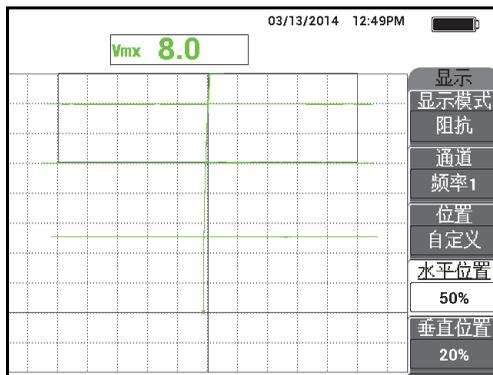

图 5-89 创建更多的水平标记
10. 再使用两张名片，重复步骤 9，然后再使用一张名片重复这个步骤，以创建更多的水平标记（参见第 177 页的图 5-89）。